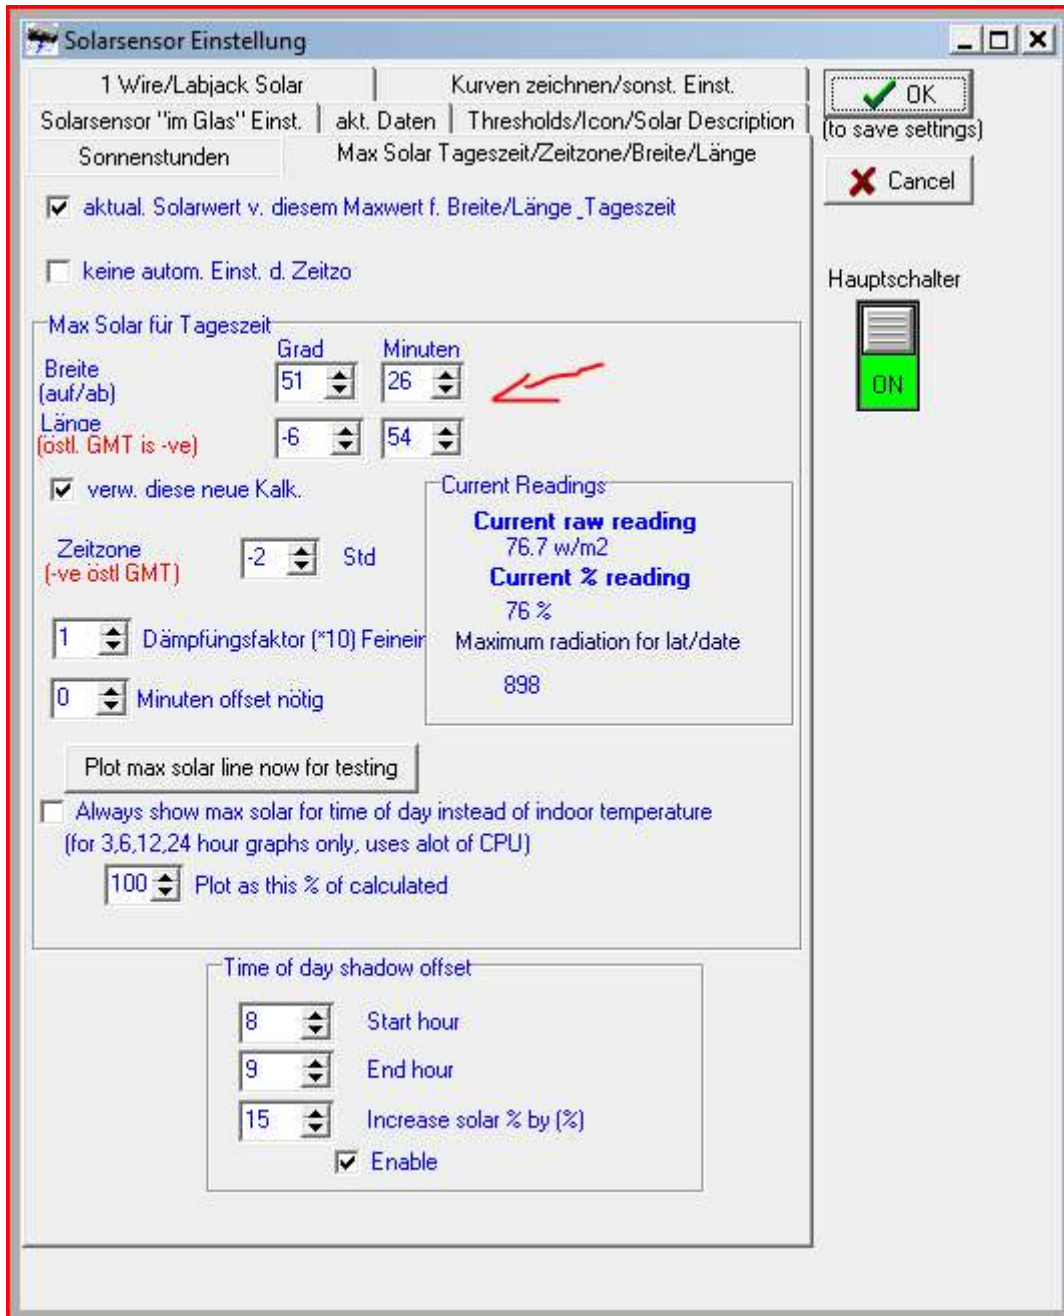

Abbildung 5
2. Im Bereich **Max Solar Tageszeit / ...** (Abb. 5) die Koordinaten korrekt eingeben und die Häkchen setzen wie gesehen. Das Häkchen ganz unten bei "Time of day shadow offset" ist dafür da, dass wenn zu einem bestimmten Zeitpunkt Schatten (z.B. durch einen Baum) vorhanden ist, man den Solarwert erhöhen kann.